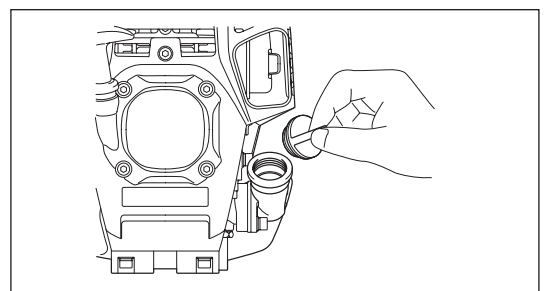

Afb. 1
- Plaats de motor horizontaal, draai de olievuldop eraf (zie afb. 1) en controleer of het oliepeil tussen de inwendige randen voor de boven- en ondergrens van het oliepeil staat (zie afb. 2).